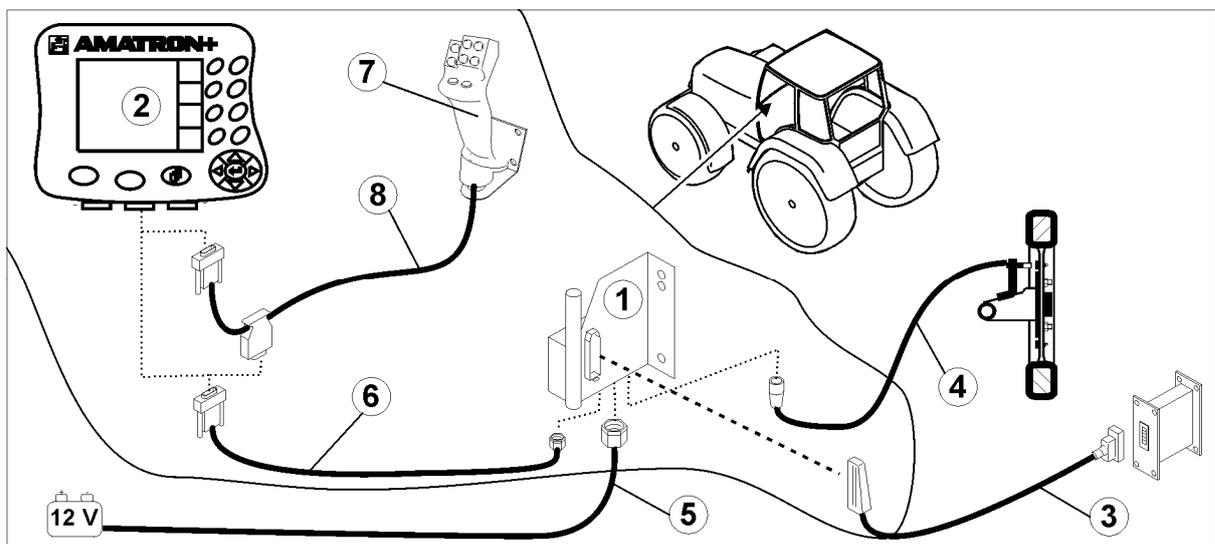
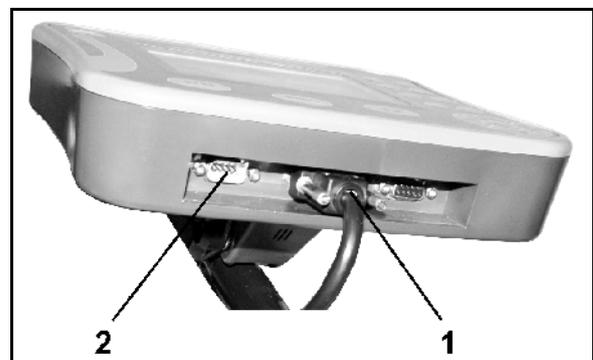

Fig. 1
Fig. 2
- El equipamiento básico del tractor (Fig. 1/1, consola con distribuidor) debe montarse sin oscilaciones y con conexión eléctrica a la cabina en el área de visión y de alcance en la parte derecha del conductor.
- Cable de conexión de la batería (Fig. 1/5).
- Cable de señal del enchufe de la señal del tractor o sensor de recorrido (Fig. 1/4).
- Cable de conexión con **AMATRON+** (Fig. 1/6).
- Enchufar el **AMATRON+** (Fig. 1/2) al equipamiento básico del tractor.
- Introducir la clavija del cable de conexión (Fig. 1/6) en el casquillo intermedio Sub-D de 9 polos (Fig. 2/1).
- Conectar la máquina a través del conector de la máquina (Fig. 1/3) con el **AMATRON+**.
El joystick multifuncional (Fig. 1/7) se conecta mediante un cable en Y (Fig. 1/8).
- La interfaz serie (Fig. 2/2) permite la conexión de una PDA.